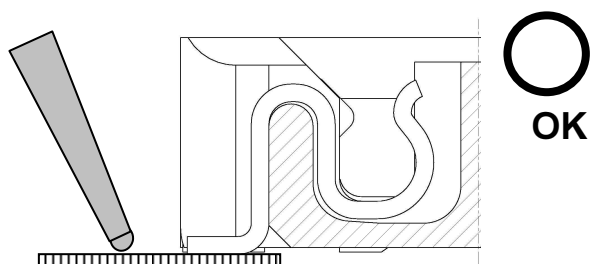

Fig13
1. フットパターンの端にコテ先を当て加熱し、半田溶融して下さい。(Fig13)
1. Please apply and heat the soldering iron point at the end of a foot pattern, and melt solder. (Fig13)